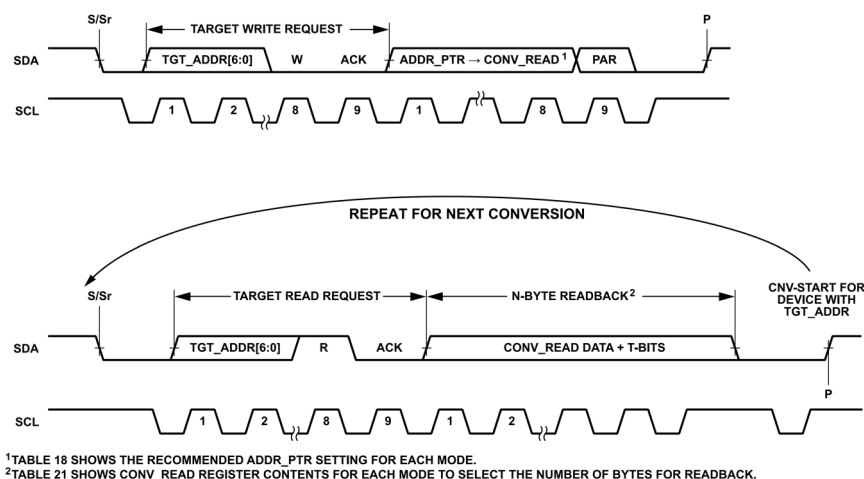

図 63. CONV_READ を使用する ADC 変換のトリガ
CONV_READ レジスタを使って ADC 変換をトリガするには、CONV_READ レジスタのレジスタ・アドレスのいずれか (0x50~0x53) をポイントするように ADDR_PTR を更新します。次に、AD4060 からダミーの I3C 読出しを行って、データ・フェーズの最後に反復スタート (Sr) とそれに続くストップ (P) を発行します。図 63 に示すように、ストップ (P) の SDA 立上がりエッジが ADC 変換スタートをトリガします。サンプル・モードでは、変換スタート・トリガによって変換が 1 回行われます。バースト平均化モードでは、変換スタート・トリガによって複数の変換がバースト動作で行われ、これらの結果を